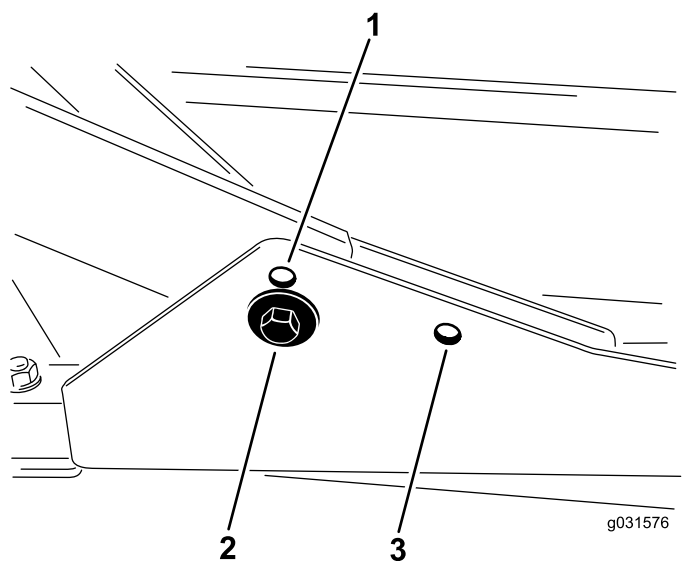

図 17
1. 刈高を 20-76 mm にセットする場合には、前キャリアフレームを下側の穴に取り付けます 図 17。
リアフレームを上側の穴に取り付けます 図 17。
付け穴を使って取り付けます 図 17。